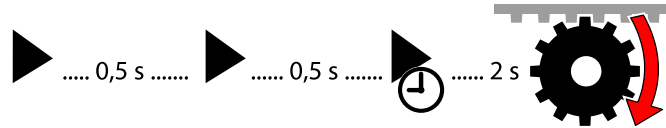

Abb. 100: Endlageneinstellung – Einstellung rechte Endlage
5. Drücken Sie zum Speichern der rechten Endlage folgende Tastenkombination (siehe Abb. 100):